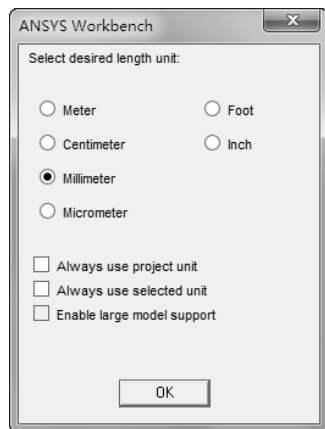

图 10-17 【ANSYS Workbench】对话框
3) 双击项目 A 中的 A2 栏的【Geometry】项，此时会进入到 DesignModeler 界面，并弹出【ANSYS Workbench】对话框，选择【Millimeter】单选按钮设置 mm 单位，如图 10-17 所示。